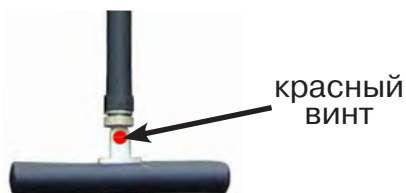

Рис. 8.4
По направлению «стрелки» можно отличить «свой» сигнал от «чужого», поскольку направление тока в «своей» коммуникации противоположно «перенаведенным» токам, протекающим по «чужим» коммуникациям. Направление сигнала - вперед (↑) является условным понятием и «назначается» оператором для данного положения датчика относительно данной трассы, которое фиксируется оператором по метке в виде красного винта (рис. 8.4), расположенной на одной из сторон датчика ЭМД-247.
4. «Назначение» производится нажатием кнопки **f** при расположении датчика точно над «выделенной» коммуникацией, считающейся «своей». После этого указатель направления сигнала приобретает вид - (↓). При переходе на «чужую» коммуникацию с другим «направлением сигнала» (или при изменении положения датчика на «обратное») раздастся звук и стрелка покажет «направление сигнала - назад» (↙) (рис. 8.4)
Методика: Производя трассировку с применением ЭМД на низкой активной частоте (512Гц / 1024Гц) (**см. раздел активный трассопоиск**), наблюдать за уровнем сигнала. Локальное повышение и резкое уменьшение уровня указывают на вероятность наличия дефекта изоляции. (**рис. 8.4**) При этом величина сигнала может меняться по различным причинам: положение датчика, глубина залегания кабеля, наличие мешающих конструкций, поэтому таким методом можно обнаружить лишь «низкоомные» дефекты сопротивлением менее 1кОм.